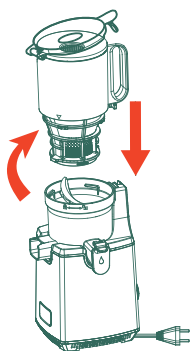

Fig. 11
2. Rimuovere l'imbuto. Ruotare l'imbuto in senso antiorario fino a quando la "▲" si allinea con il "☞" del contenitore per succo per sbloccare il lucchetto di sicurezza. (Fig. 11)